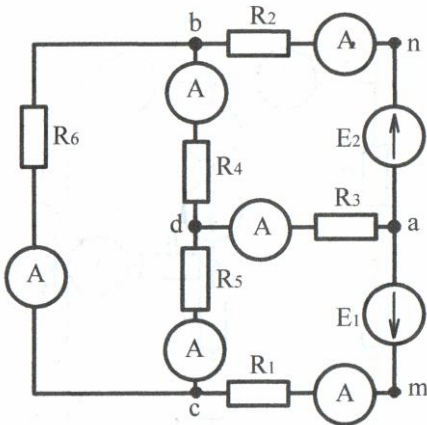

Рис. 4.2
- 3.1. Начертить схему электрической цепи, которую рассчитывали в индивидуальном задании 1.2, включив в каждую ветвь по одному амперметру (в качестве примера на рис. 4.2 приведена аналогичная схема);
индивидуального задания одного из членов бригады для сборки электрической цепи. Номера выбранных амперметров занести в табл. 5 и обозначить на схеме (рис. 4.2).
2. Собрать цепь (рис. 4.2) с параметрами одного из членов бригады. При сборке цепи необходимо использовать узлы *a, b, c, d*, имеющиеся на лабораторном стенде.